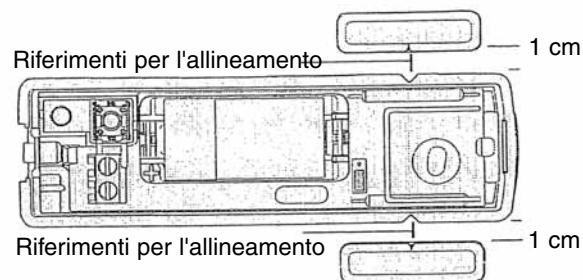

Figura 4. Allineamento magnete con sensore
- Assicurarsi che la freccia di allineamento sul magnete sia allineata con la tacca di riferimento sul sensore. (Figura 4)